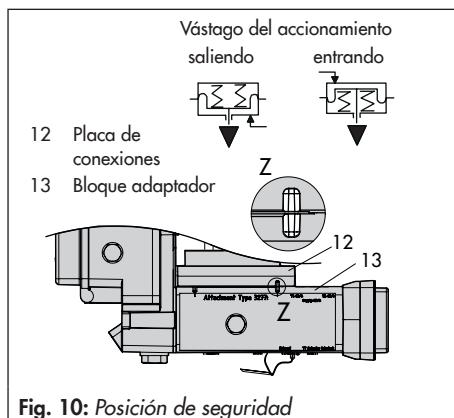

Fig. 10: Posición de seguridad
7. Poner los tornillos (13.1) en el taladro central del bloque adaptador (13).
8. Colocar la placa de conexiones (12) junto con la junta (12.1) en los tornillos (13.1) según la posición de seguridad "vástago saliendo" o "vástago entrando al accionamiento". La posición de seguridad activa es la determinada por la alineación de la ranura del bloque adaptador (13) con la ranura de la placa de conexiones (12) (fig. 10).
9. Montar el bloque adaptador (13) con la placa de conexiones (12) con los tornillos (13.1) en el accionamiento.